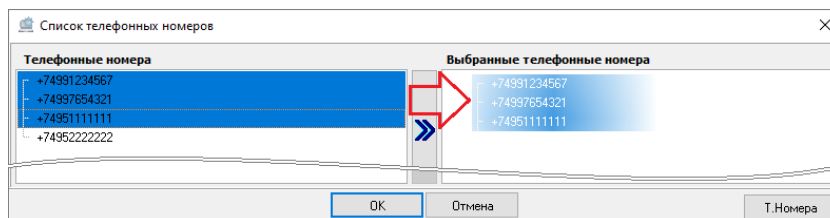

Рисунок 6-179 Привязка телефонных номеров абонента перетаскиванием
- в окне «Список телефонных номеров» в поле «Телефонные номера» выделите один или несколько телефонных номеров (для выделения сразу нескольких номеров нажмите и удерживайте на клавиатуре клавишу <Shift> для выбора диапазона или клавишу <Ctrl> для комбинированного выбора) и, удерживая нажатой левую клавишу мыши, перетащите выделенные телефонные номера в поле «Выбранные телефонные номера» (см. Рисунок 6-179).